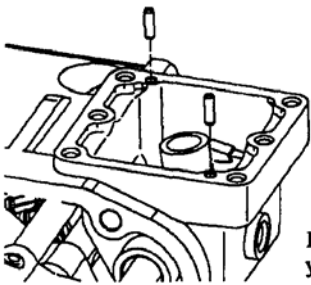

Рис. 6.49. Монтаж установочных штифтов
17. Вставьте два установочных штифта в пазы на поверхности разьема механизма переключения передач в заднем картере коробки передач (рис. 6.49).